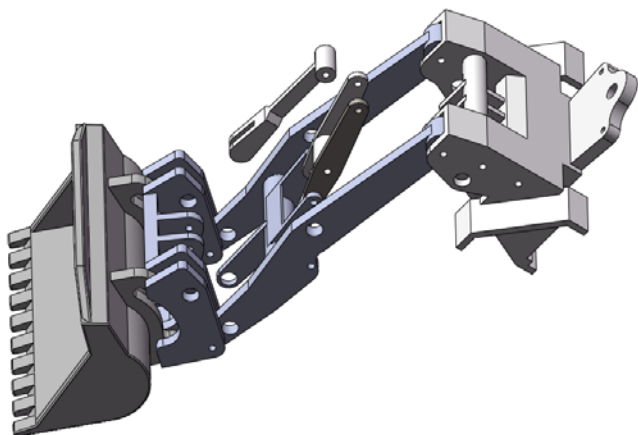

图 13-285 插入连杆 3
(8) 插入连杆 3。选择菜单栏中的“插入”→“零部件”→“现有零件/装配体”命令，或单击“装配体”工具栏中的（插入零部件）按钮，弹出“插入零部件”属性管理器，单击“浏览”按钮，在弹出的“打开”对话框中选择“连杆 3”，将其插入到装配界面中，如图 13-285 所示。